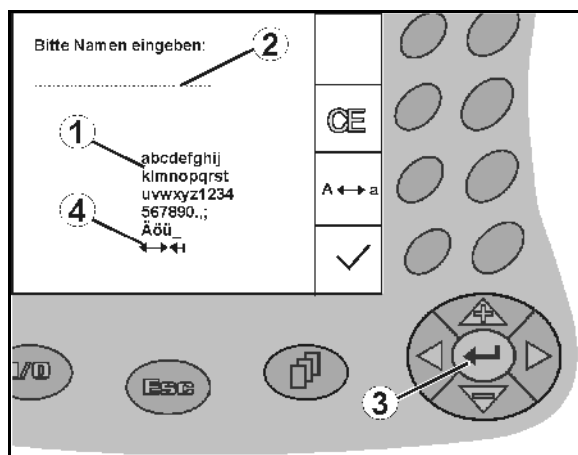

Fig. 13
S'il est nécessaire de saisir des textes ou des chiffres sur l'AMATRON⁺, le menu de saisie (Fig. 13) apparaît.
Dans la partie inférieure de l'écran s'affiche un champ de sélection (Fig. 13/1) qui comporte des lettres, des chiffres et des flèches permettant de remplir la ligne de saisie (Fig. 13/2) (avec du texte ou des chiffres).
,  ,  ,  Sélectionner des lettres ou chiffres dans le champ de sélection (Fig. 13/3).
-  Valider la sélection (Fig. 13/3).
Les flèches  du champ de sélection (Fig. 13/4) permettent de se déplacer dans la ligne de texte.
La flèche  du champ de sélection (Fig. 13/4) efface le dernier caractère saisi.